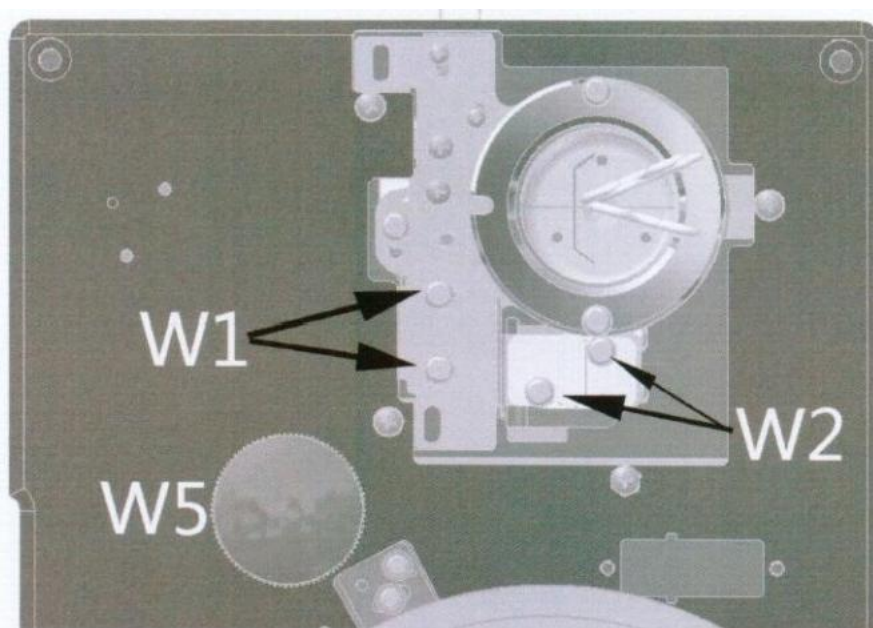

图6.1.3.3
2. 更换钨灯(图6.1.3.4箭头W4), 换好后将钨灯灯座装回灯室。
3. 打开电源, 移动波长到580nm, 使灯室光源切换到钨灯, 拔下单色器上的黑圆盖(图6.1.3.3箭头W5位置), 检查光斑是否对准狭缝(图6.1.3.2)。